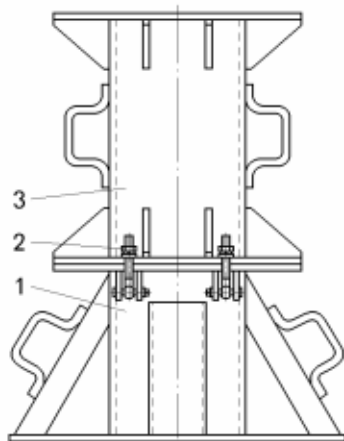

Рисунок 7.3 – Подставка под балку передней оси и картер ведущего моста:
- с помощью специального гидравлического подъемника или подъемного крана вывесить нужную сторону моста (предварительно приняв меры, исключающие самопроизвольное движение самосвала с места) и установить под картер заднего моста подставку (рисунок 7.3);